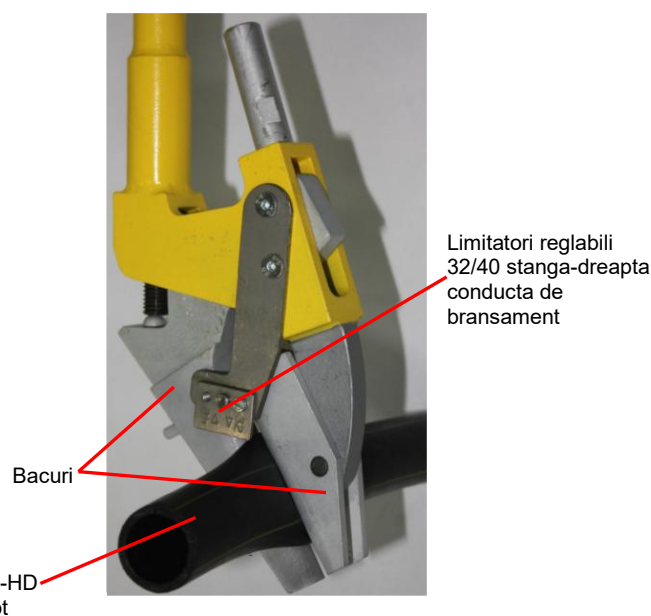

Fig. 4
- Se inchid bacurile dispozitivului prin insurubarea mecanismului surub-piulita cu ajutorul rotii de mana, pana cand fluxul de gaz este intrerupt. Se are in vedere ca, conducta de bransament sa fie tot timpul in contact cu cei doi limitatori reglabili ai dispozitivului – vezi Fig. 4.